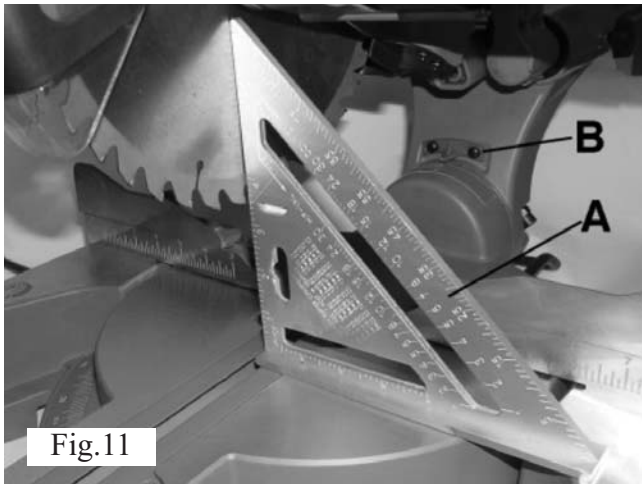

Fig.11
7. Lägg en kloss (A) fig. 11 mot bordet och klingans plana sida.
14. Justera snedkapningspekaren (B) fig. 11 så att den står mot  $0^\circ$  på snedkapningsskalan.